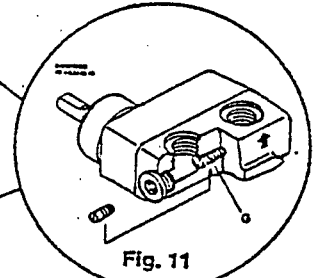

Fig. 11
- Anlagen bei geschlossenem Kreislauf (G - Fig. 11)